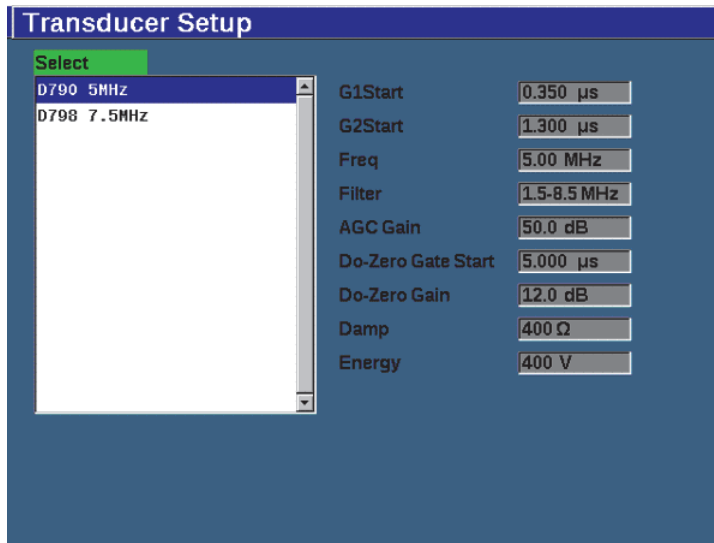

Figure 11-38 Module de contrôle de la corrosion : fenêtre Transducer Setup
3. Appuyez sur  pour compléter l'activation et afficher la fenêtre **Transducer Setup** (Config. sonde) [voir la Figure 11-38 à la page 305].